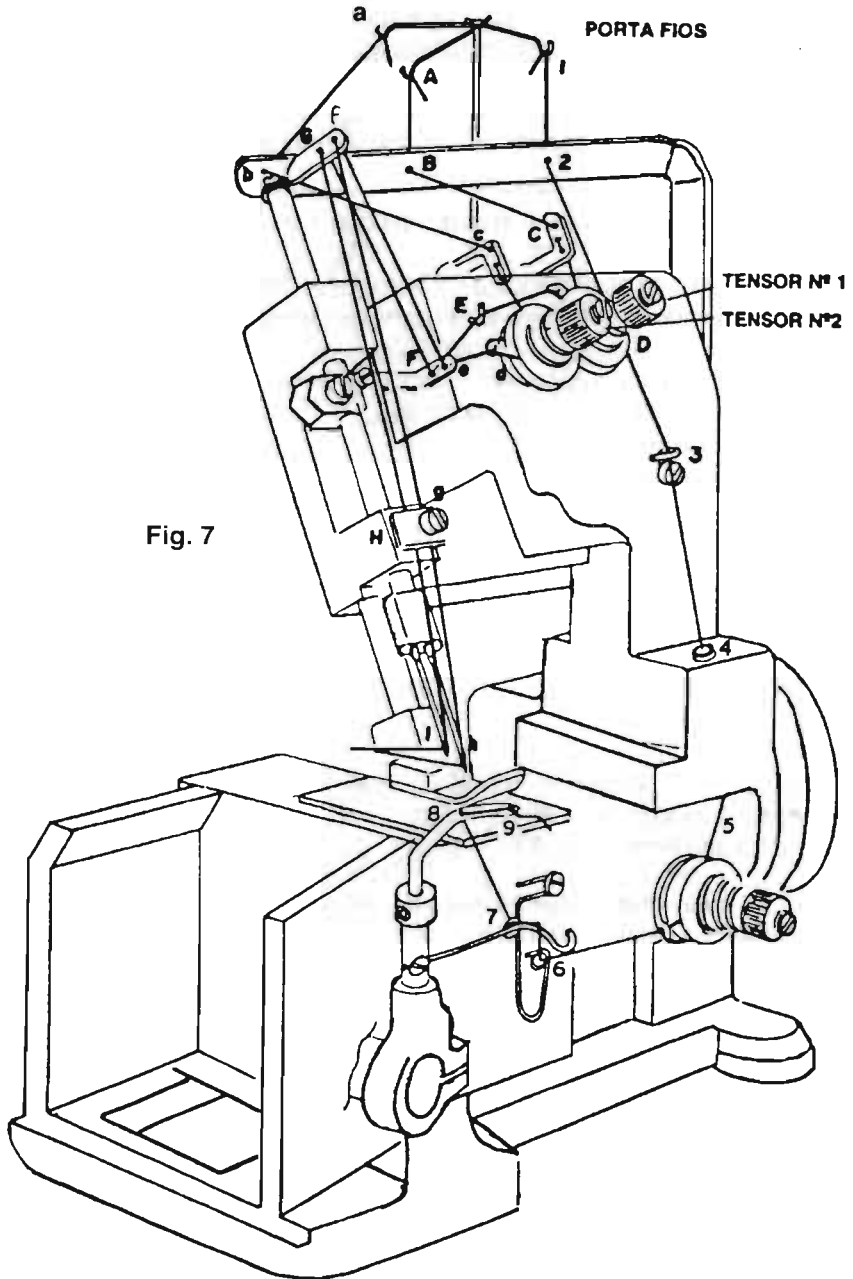

Fig. 7
- Passes uma de cada vez seguindo a ordem alfabética Fig. 7